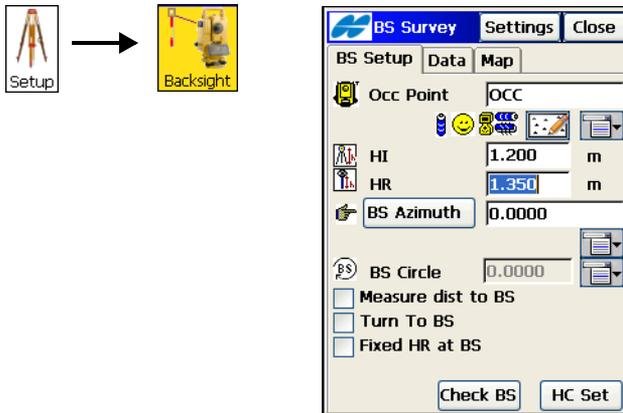

Abbildung 8-34. Stationierung (Anschluss)
1. Tippen Sie auf **Stationierung ▶ Anschluss** (Abbildung 8-34 auf Seite 8-34). Das Fenster *Stationier.* erscheint.
2. Stellen Sie im Dialog *Stationier.* die folgenden Anschlussparameter ein (Abbildung 8-34 auf Seite 8-34):
- Geben Sie dann Instrumentenhöhe (iH) und Zielhöhe (tH) ein. Wählen Sie den Anschlusspunkt bzw. den Anschlussazimut (oder geben Sie mehrere Anschlusspunkte über das Kontextmenü ein) und legen Sie fest, ob die Entfernung zum Anschlusspunkt gemessen werden soll und ob die Zielhöhe am Anschlusspunkt fest ist (Abbildung 8-34).
- Um den Horizontalkreis der Totalstation einzurichten, tippen Sie auf **H Setz** (Abbildung 8-34 auf Seite 8-34). Geben Sie im Fenster **RB-Az** die Horizontalkreisablesung ein, die der Anschlussrichtung entspricht. Sie können den Wert von Hand eingeben oder über das Menü neben dem Feld *RB-Winkel* auswählen.
ung ► **Anschluss** und tippen Sie auf das Symbol neben dem Kartensymbol des Feldes *Std-Pkt*. Wählen Sie dort den Eintrag *Freie Stationierung* (Abbildung 8-34 auf Seite 8-34).
2. Tippen Sie auf **Stationierung ▶ Höhenanschl.** Die Funktion steht auch im Fenster *Stationierung* zur Verfügung. Wählen Sie **Stationierung ▶ Anschluss** und tippen Sie auf das Symbol neben dem Kartensymbol des Feldes *Std-Pkt.* Wählen Sie dort den Eintrag *Höhe* (Abbildung 8-34 auf Seite 8-34).